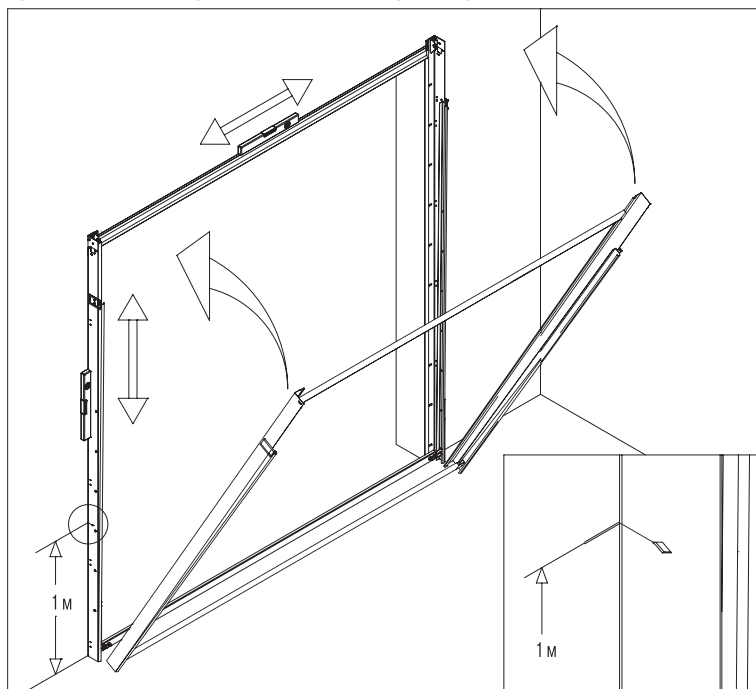

Рис. 8.
- 3) выставить и зафиксировать рамку в вертикальной плоскости, совместив просечки в опорных стойках с метровыми метками на проеме (рис.8);